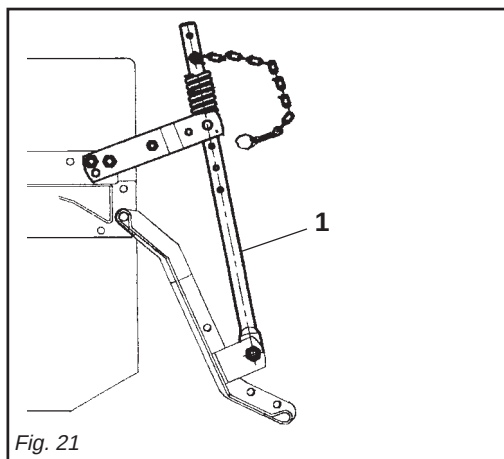

Fig. 21
- 2- Il martinetto a molla (1 Fig. 21) oltre a sostenere la lamiera livellatrice ed ammortizzarla nel trasporto su strada, serve a evitare il ribaltamento della zappatrice durante il parcheggio.
- 2- Besides supporting the levelling plate and acting as a shock absorber for it during road transport, the spring ram (1 Fig. 21) prevents the steering hoe from overturning when parking.
- 2- Die Federwinde (1 Abb. 21) trägt nicht nur das Planierschild und dient beim Straßentransport zur Dämpfung von Stößen, sondern sie soll auch verhindern, daß die Hackfräse während des Parkens umkippt.
- 2- Le vérin à ressort (1 Fig. 21) sert de soutien à la tôle de nivellement et de suspension pendant le transport sur route, pour éviter le basculement du cultivateur lors du stationnement.
- 2- El gato de resorte (1 Fig. 21), además de sostener la chapa de nivelación y protegerla durante el transporte en carretera, sirve para evitar el vuelco de la binadora durante el estacionamiento.